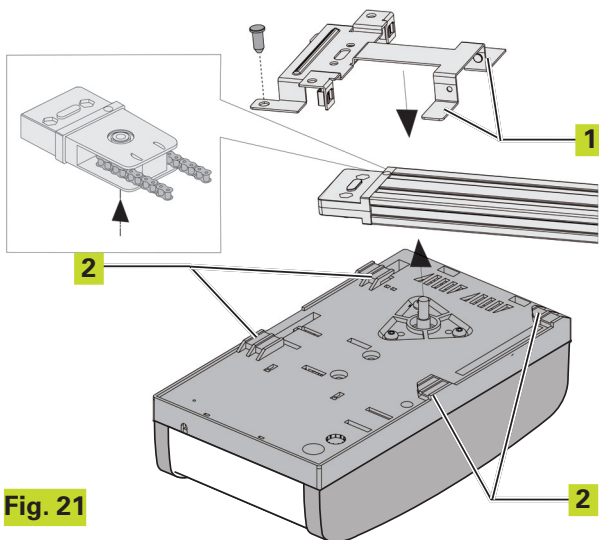
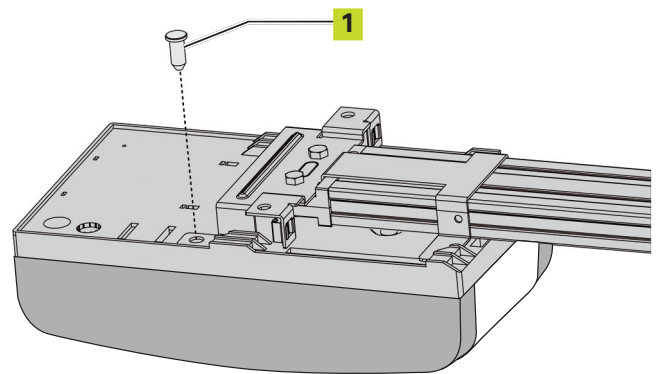
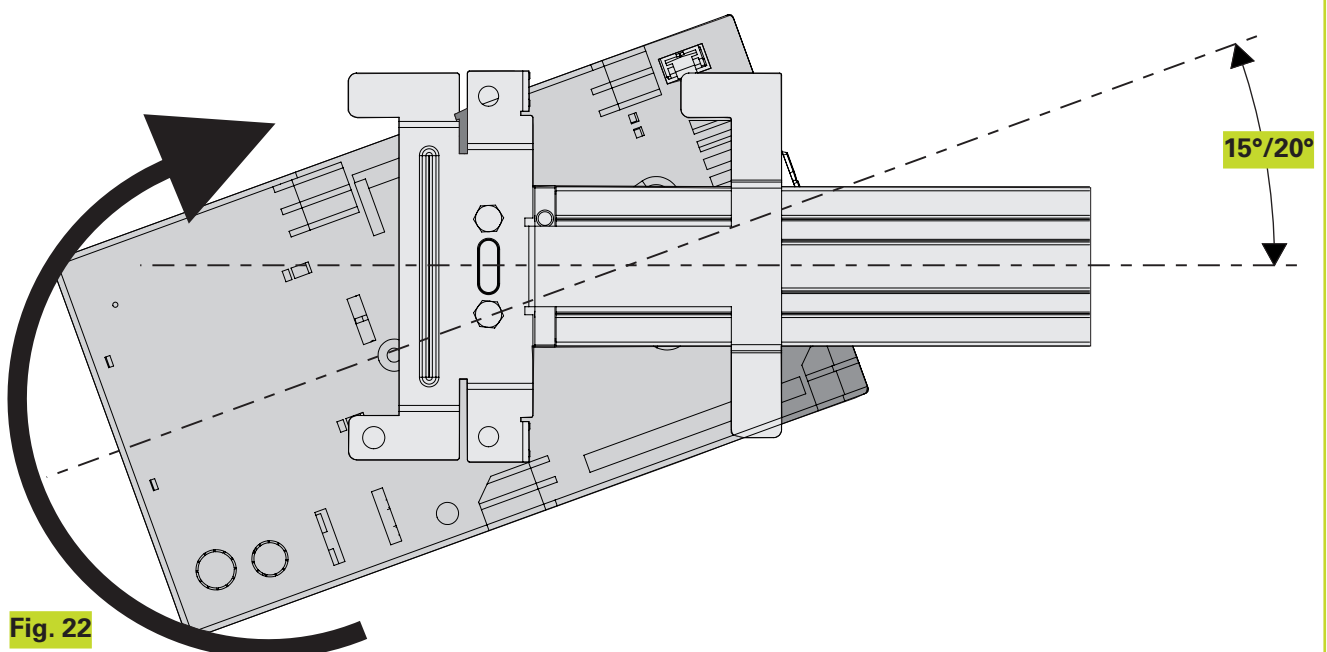

Fig. 21
Fig. 23
Fig. 22
- 1) En maintenant l'opérateur incliné de 15°/20° (Fig. 22), introduire l'arbre du motoréducteur dans l'embrayage de la patte d'attache postérieure du rail de guidage et approcher les ailettes (Fig. 21 réf. ①) des logements sur le fond de la base de l'opérateur (fig. 21 réf. ②).
- 2) Tourner l'opérateur en sens horaire (fig. 22) pour atteindre la position de la fig. 23 et introduire la goupille dans le trou de la patte d'attache postérieure (Fig. 23 réf. ①).